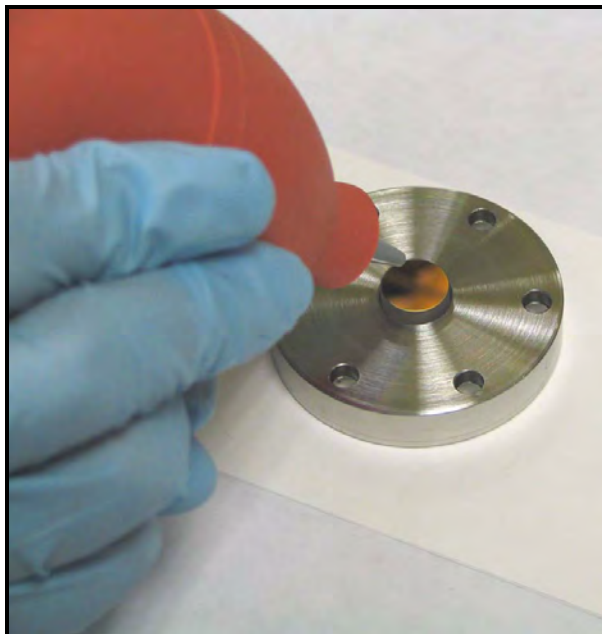

Figura 76: Aplicación de aire sobre el espejo
6. Si el espejo está contaminado, el primer paso para limpiarlo es utilizar un soplador a fin de quitar cualquier partícula de la superficie del espejo. Coloque el conjunto del espejo sobre una superficie plana y utilice el soplador varias veces para aplicar aire seco y limpio sobre la superficie del espejo (vea la Figura 76).